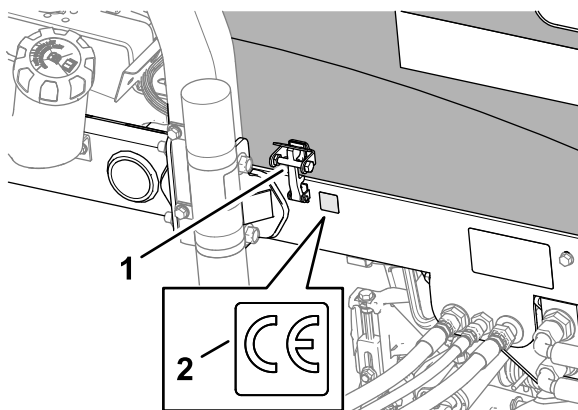

図 22
3. 機体左側フレームのフードロック付近をアルコールできれいに拭いて乾燥させる図 22。
4. CE デカル P/N 133-8095の裏紙をはがし、図 22のようにフレームに貼り付ける。